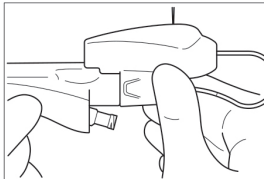
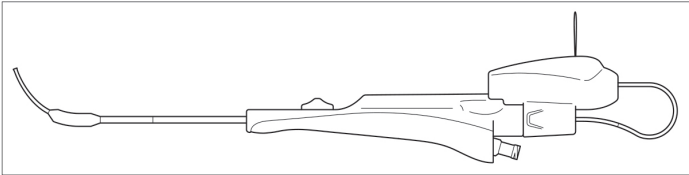

Figura 3
Figura 4
- Collegare l'alloggiamento di LED Light Fiber al raccordo portagomma del dispositivo XprESS (Figura 3). Allineare la punta distale della fibra con l'estremità distale del dispositivo XprESS (Figura 4).